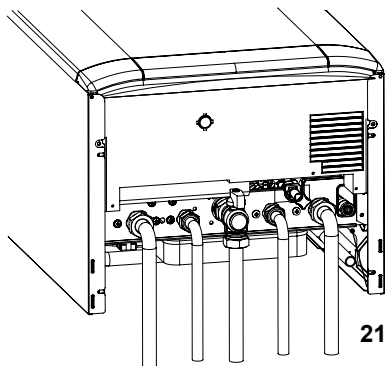

Figura 5.4
- Collegare lo scarico della valvola di sicurezza 21 ad un imbuto di scarico Figura 5.4.